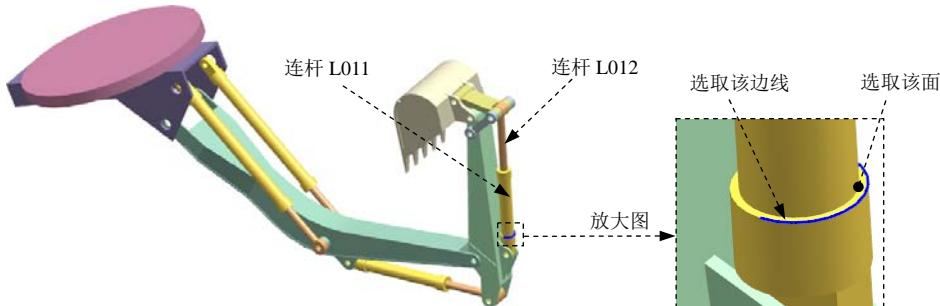

图 10.8.30 定义滑动副（三）
(1) 定义运动副类型。在“运动副”对话框 **定义** 选项卡的 **类型** 下拉列表中选择 **滑动副** 选项。
(2) 选择连杆。选取图 10.8.30 所示的连杆 L012。
(3) 定义原点及矢量。在“运动副”对话框的指定原点下拉列表中选取“圆弧中心”○选项，在模型中选取图 10.8.30 所示的圆弧为定位原点参照；选取图 10.8.30 所示的面作为矢量参考面。
(4) 添加啮合连杆。在“运动副”对话框的基本区域中选中 喷合连杆复选框，单击选择连杆⑩，选取图 10.8.30 所示的连杆 L011。
(5) 定义啮合连杆原点及矢量。在“运动副”对话框基本区域的指定原点下拉列表中选取“圆弧中心”○选项，在模型中选取图 10.8.30 所示的圆弧为定位原点参照；选取图 10.8.30 所示的面作为矢量参考面。
(6) 定义驱动。在“运动副”对话框中单击驱动选项卡，在平移下拉列表中选择函数选项；在函数数据类型下拉列表中选择位移选项；单击函数后的▼按钮，选取f(x) 函数管理器选项，在弹出的“XY 函数管理器”对话框中单击新建按钮，在弹出的“XY 函数编辑器”公式=区域下的文本框中输入函数关系式“STEP(x,0,0,4,-600)+STEP(x,6,0,8,450)+STEP(x,13,0,15,-450)”，其余参数接受系统默认设置，单击两次确定按钮，完成驱动的定义。
(7) 单击应用按钮，完成第十四个运动副的添加。